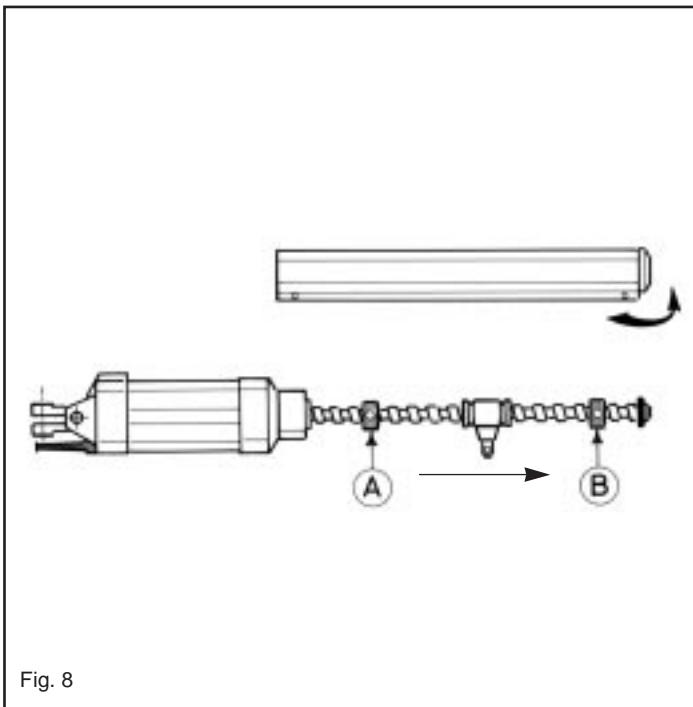

Fig. 8
Per accedere alle ghiere si deve sfilare il carter copri vite agendo come da schema nel senso della freccia (Fig. 8).
Pour accéder aux colliers, il est nécessaire d'ôter le carter de protection vis en agissant selon les indications du schéma, dans le sens de la flèche (Fig. 8).
To adjust the nuts you have to remove the screw-cover and you must turn it in the sense of the arrow shown as in the scheme (Fig. 8).
Mit dem Motor STAR ist es nicht notwendig, Endanschläge am Torträger oder anderswo zu fixieren, weil dieser Motor im Inneren mit einstellbaren Anschlagsnutmuttern ausgestattet ist, die sowohl beim Offenen wie beim Schließen reagieren. Um die Nummerte einzustellen Mußen Sie das Gehäuse der Schraubenabdeckung abnehmen und diese wie in der Abbildung im Sinne des Pfeils drehen (Abb. 8). Um die erwünschte Öffnungsweite einzustellen genügt es, die Nummerte (A) zu verstellen und sie mit Hilfe eines Imbusschlüssels an der Mutterschraube festzuziehen. Um die erwünschte Schließweite einzustellen, Mußen Sie die Nummerte (B) verstellen. Beachten Sie dabei, daß sich der Torantrieb mühelos vor der Torbefestigung abkuppelt.